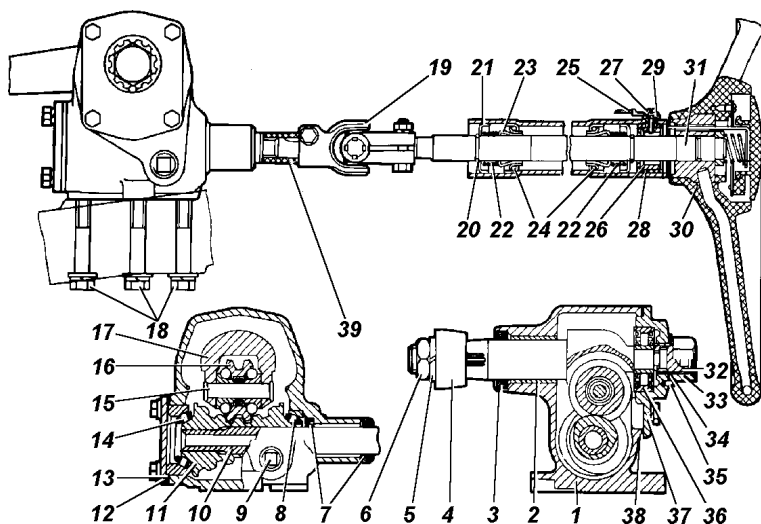

Рис. 7.2. Рулевой механизм типа глобоидальный червяк с двухгребневым роликом:
При появлении стука в рулевой колонке (рис. 7.2 и 7.5а) необходимо снять рулевое колесо и проверить наличие стопорных колец разжимных втулок в канавках вала. Для рулевой колонки без противоугонного устройства (рис. 7.2) необходимо предварительно ослабить гайки кронштейна ее крепления, подтянуть колонку вверх и проверить состояние резиновой втулки. На появление стука в колонке влияет также ослабление крепления кузова к раме.
**Регулировку затяжки подшипников червяка** производить с помощью прокладок 13 (рис. 7.2), установленных между картером и нижней крышкой картера рулевого механизма, в следующей последовательности:
3. Отвернуть колпачковую гайку и снять стопорную шайбу 34 со штифта 35 (рис. 7.2).